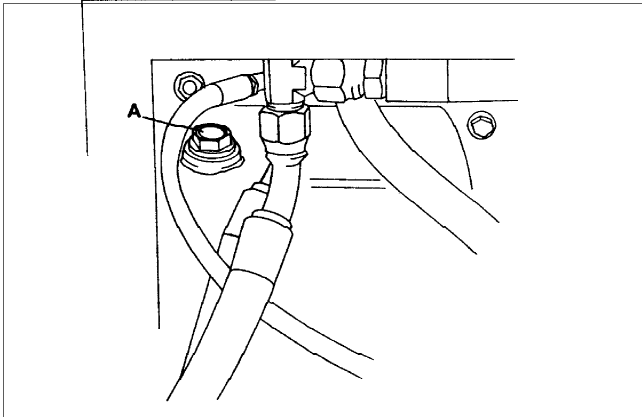

Fig.28
- After first warming up the engine remove the drain plug (A Fig.28) and drain all the oil from the crankcase sump.
- Warm eerst de motor op. Verwijder de aftapplug (A afb. 28) en tap alle olie uit het ondercarter af.
- Après avoir fait chauffer le moteur enlever le bouchon de vidange (A fig. 28) et vider le fond de carter